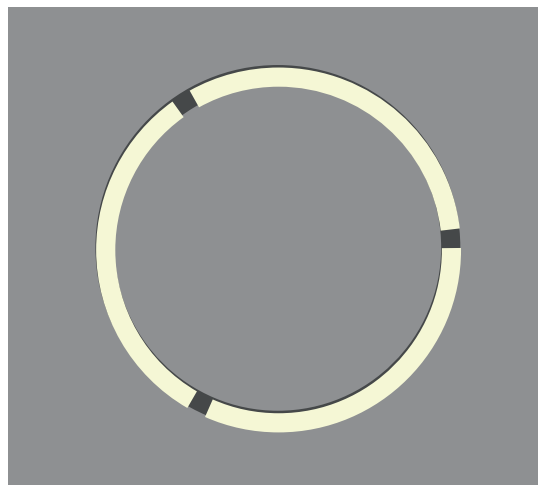

Рис. 4. Кольца совмещены
7. Совместите светлое и темное кольца с помощью центрировочных винтов (см. рис. 4).